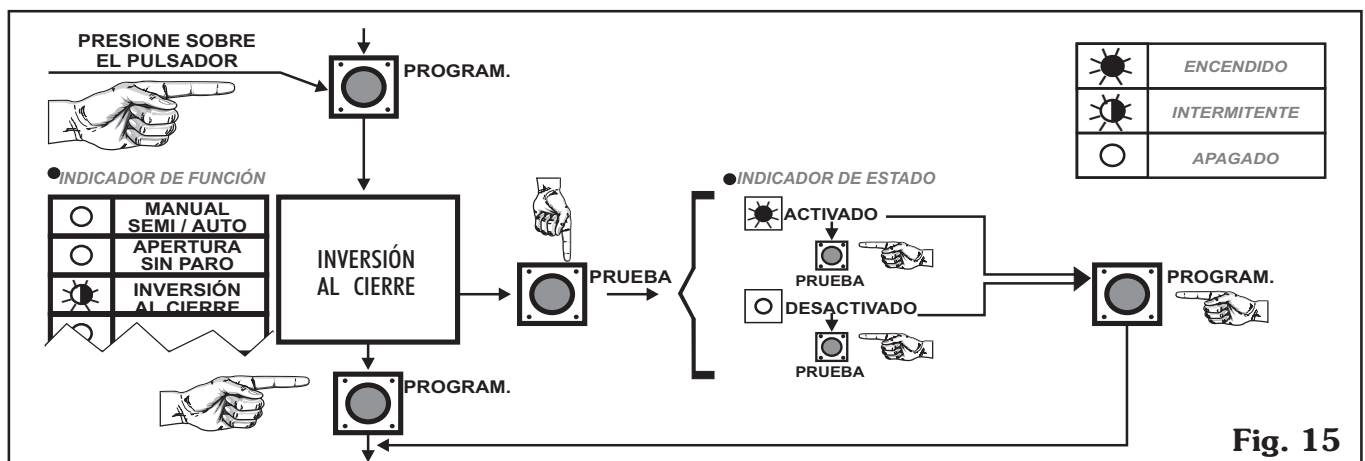

Fig. 15
- Presione la tecla PROGRAM hasta que el indicador de función **INVERSIÓN AL CIERRE** se encienda *intermitentemente* (ver fig. 15)
- 3.4.2. Presione sucesivamente la tecla **PRUEBA** (ver fig. 15) hasta alcanzar la opción deseada.